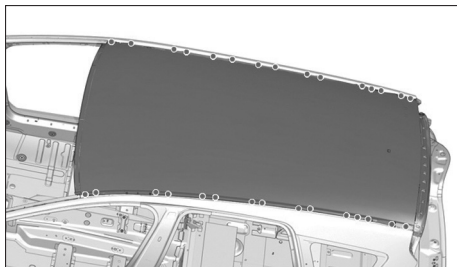

FIG. 136
- par points bouchons MAG (Fig.136).